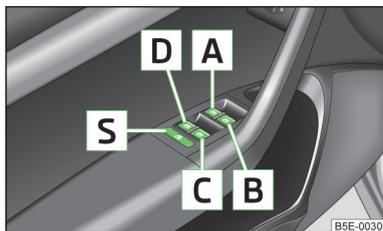

Fig. 23
- Si des enfants sont assis sur les sièges arrière, nous vous recommandons de neutraliser les lève-vitres électriques des portières arrière (touche de sécurité **S**) » fig. 23 à la page 44.
**Touches des lève-vitres** » fig. 23.
Vous pouvez mettre les touches des lève-vitre des portières arrière hors fonction en appuyant sur la touche de sécurité  » fig. 23. Vous pouvez remettre les touches des lève-vitre des portières arrière en fonction en appuyant de nouveau sur la touche de sécurité .
- › Maintenez la touche  dans la position d'ouverture » fig. 23 à la page 44.
- › Maintenez la touche  dans la position de fermeture » fig. 23 à la page 44.